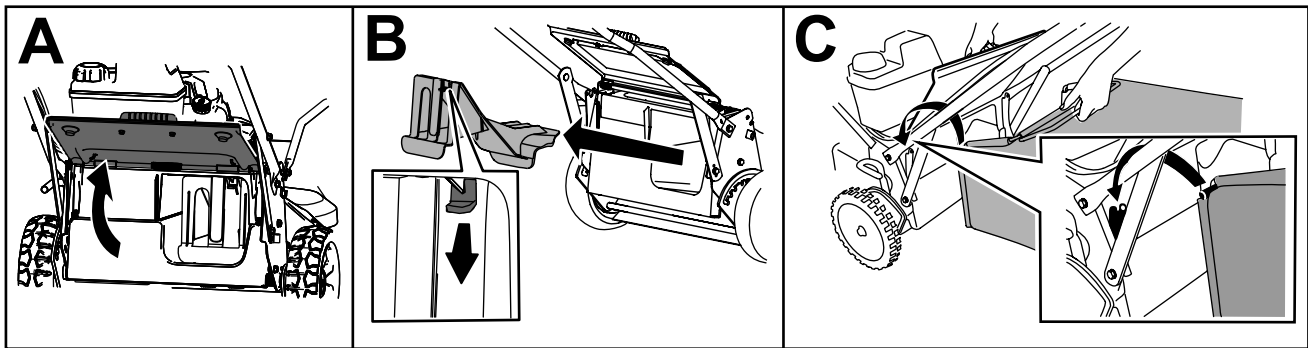

Figura 19
1. Levante y sujete el deflector trasero (Figura 19, A).
2. Retire el tapón de descarga trasero presionando hacia abajo sobre el enganche con el dedo pulgar y extrayendo del tapón de la máquina (Figura 19, B).
3. Instale la varilla de la bolsa en las muescas de la base del manillar y mueva la bolsa hacia adelante y hacia atrás para verificar que la varilla está asentada en el fondo de cada muesca (Figura 19, C).